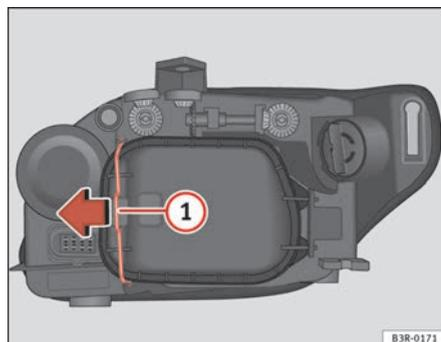

Fig. 193 Feux de croisement
⇒ page 269, fig. 193; il facilite le remplacement de l'ampoule de direction. ■
- Déplacez le tirant ⇒ fig. 193 ① dans le sens de la flèche et retirez le couvercle rigide en séparant d'abord le côté du tirant et en ôtant ensuite les deux languettes de l'autre extrémité du couvercle.